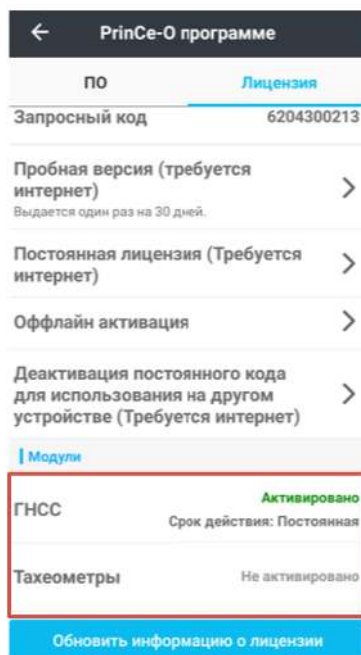

Рисунок 1.4.5
- 🖨 На вкладке Лицензия ниже будут отображены статусы активности лицензий модулей ГНСС и Тахеометры (Рисунок 1.4.5).